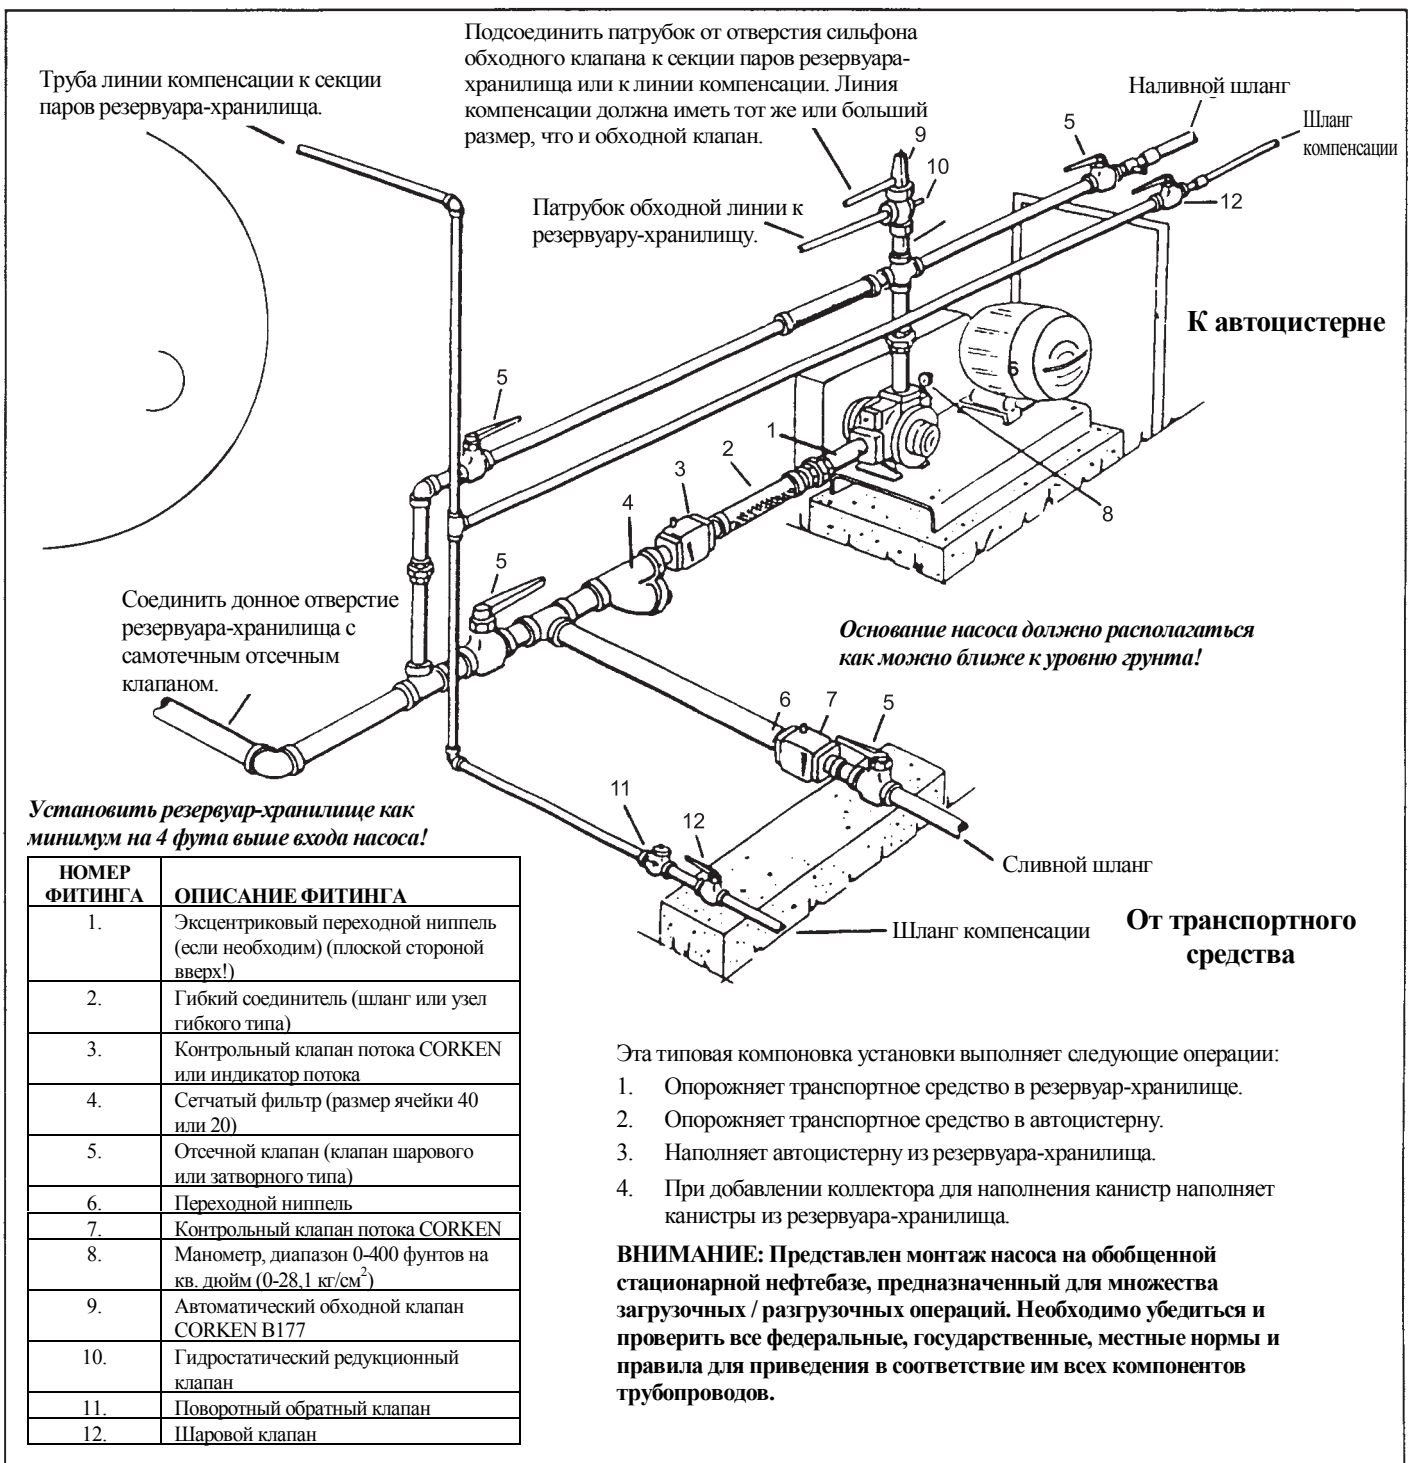

Рис. 2: Типовая схема трубопровода
Ни один насос не может нагнетать жидкости больше, чем он получает, так что расположению насоса и входному трубопроводу должно уделяться большое внимание. Если входной трубопровод не может обеспечить потребности насоса, могут возникнуть проблемы. В схеме трубной разводки, приведенной на рис. 2, страница 5, показано, что запрещается использовать трубопровод меньшего размера, чем входной патрубок насоса.
7. Размер впускного трубопровода ни при каких обстоятельствах не должен быть меньше размера входного патрубка насоса (более подробная информация приводится на схеме трубной разводки, рис. 2).
выходного патрубка насоса (более подробная информация приводится на схеме трубной разводки, рис. 2).
Другой путь рассмотрения этого принципа заключается в том, чтобы помнить о необходимости двух отверстий в масляном баке, чтобы масло вытекало плавно; одно отверстие для выхода масла, а другое для впуска воздуха (более подробная информация приводится на схеме трубной разводки, рис. 2, страница 5).